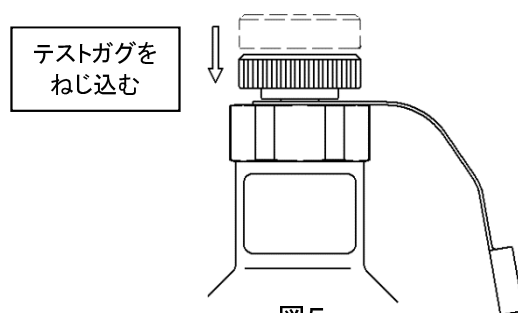

図5
- 3) ねじ止めのストッパー部を抜き外した状態で、テストガグをねじ込みます(図5)。